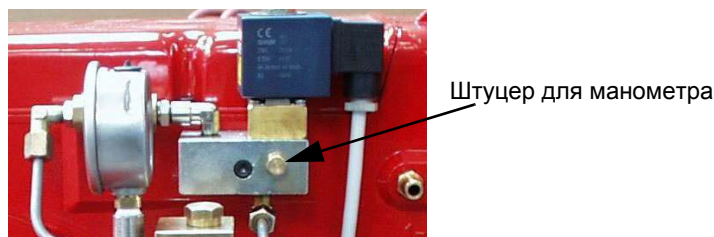
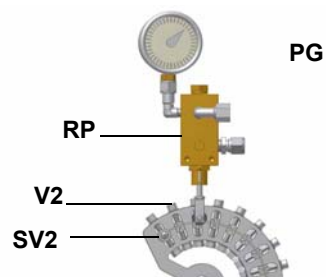

Рис. 39
Рис. 40
- 9 Давление питания форсунки уже отрегулировано заранее на заводе-изготовителе и не должно изменяться. Только в случае необходимости, отрегулировать давление питания (см. соответствующий параграф) следующим образом: установить манометр в положение, указанное на Рис. 39, воздействовать на регулировочный винт **VR** насоса (см. Рис. 40) до получения на форсунке давления в 20бар (форсунки Monarch или форсунки Bergonzo - см. на стр.34-35);
- 10 для получения максимального расхода дизельного топлива регулировать давление (считывая значения на манометре PG), не изменяя при этом, уже отрегулированный, во время настройки работы на газе, расход воздуха (см. предыдущий параграф): все время проверяя параметры продуктов сгорания, воздействовать на винт варьируемого сектора, соответствующий жидкому топливу **SV2** (см. Рис. 40), но по достижении положения большого пламени.